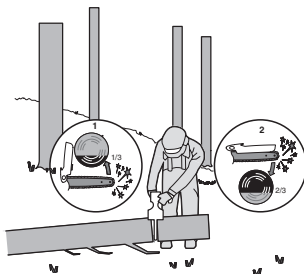

Figura 3
conforme ilustrado na Figura 3, corte 1/3 de diâmetro da parte inferior (corte inferior) (1). De seguida, realize o corte final através do corte superior para ir ao encontro do primeiro corte (2).